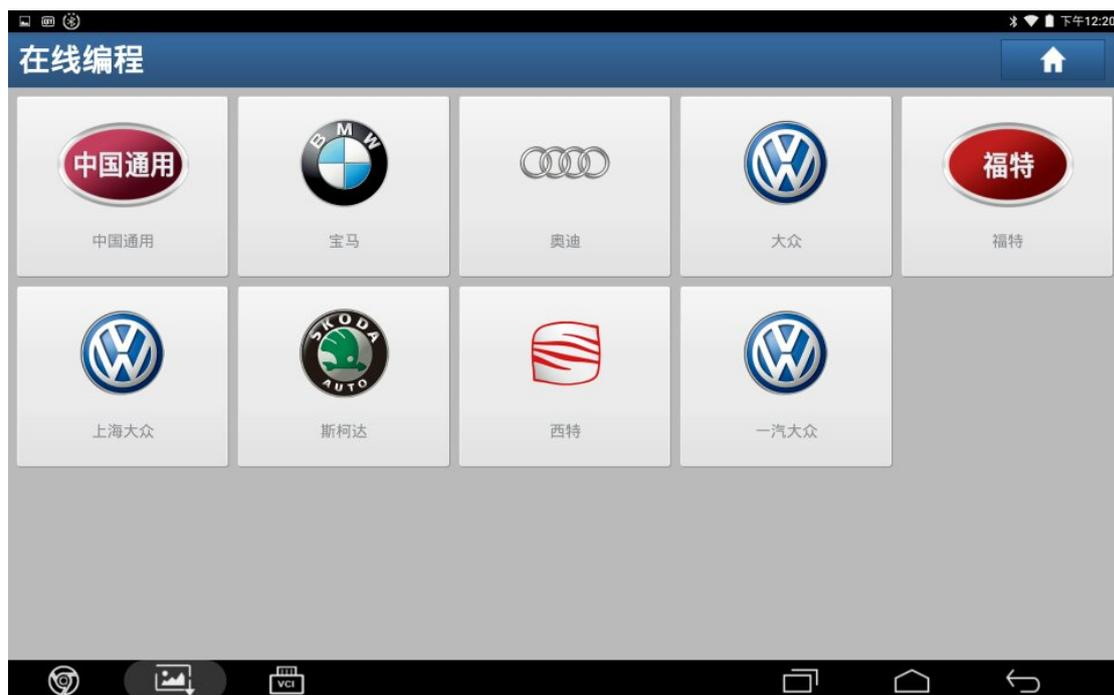

图 2
2). 直接设码，显示无设码数据，进入在线编程功能，选择“宝马”，如图 2；